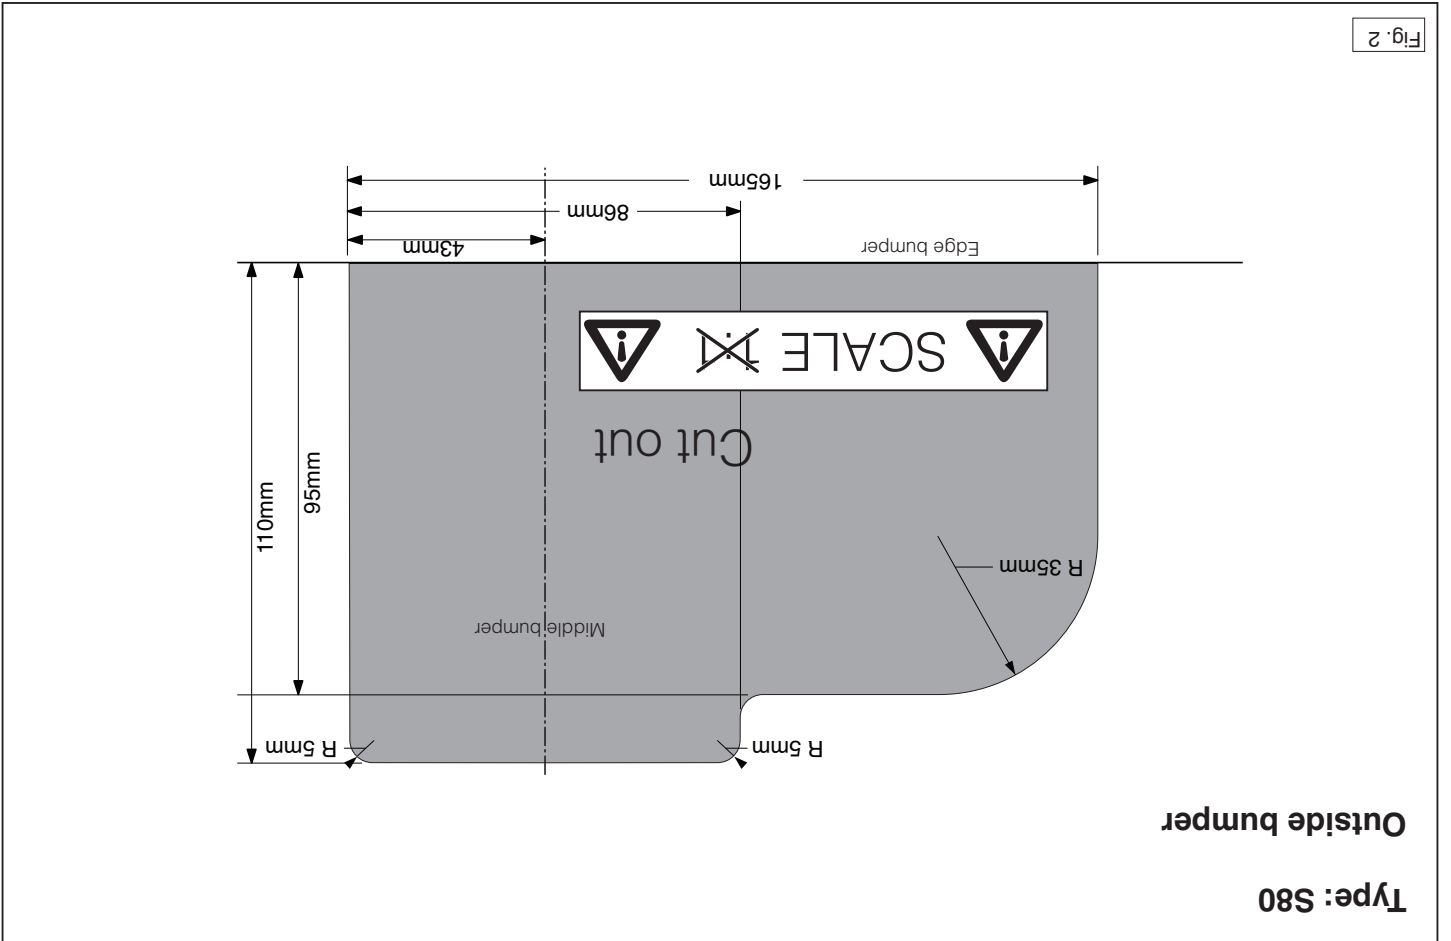

Fig. 2
8. Saw a section out of the middle of the underside of the bumper as shown in fig 2, 3 or 4.
8. Auf der Unterseite der Stoßstange einen Teil aus der Mitte gemäß Abbildung 2, 3 oder 4 ausschneiden.
- 8. Scier au centre de la partie inférieure du pare-chocs une partie correspondant à la figure 2, 3 ou 4.
8. Sav en del ud af kofangeren midt på undersiden jf. fig. 2, 3 eller 4.
8. Выпилить часть из бампера в середине снизу, как указано на рис. 2, 3 или 4.